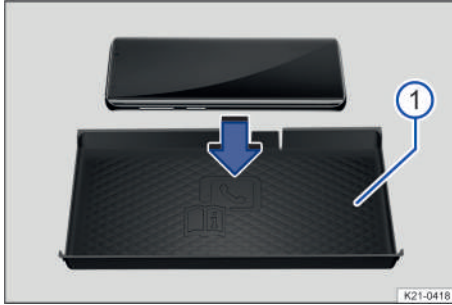

Fig. 193 Representación estándar de la superficie de alojamiento con estera para la función de carga inalámbrica en la consola central.
La superficie de alojamiento con estera → fig. 193 ① para la función de carga inalámbrica se encuentra, en función del vehículo, en la consola central o en la zona situada entre los asientos delanteros portaobjetos.
En algunos vehículos, la estera → fig. 193 ① tiene un símbolo de teléfono que indica la posición central de la función de carga inalámbrica. El aspecto del símbolo de la superficie de alojamiento puede ser diferente en algunos vehículos.